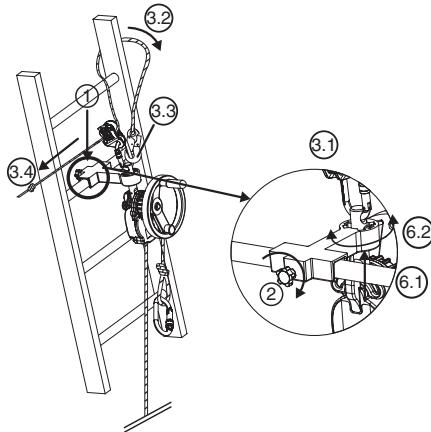

Fig. 7
### 6.3.3. derope™-toestel UP K (Fig. 7)
1. Plaats de kleine steunconsole op het sport van de ladder in de vereiste positie om de reddingsoperatie uit te voeren, boven de te evacueren persoon (Fig. 7, 1).
2. Zet de blokkeerpen van de geleiding vast aan de hand van de klemknop die zich aan de achterkant van de console bevindt (Fig. 7, 2).
- Bevestig de connector van de afstelinrichting LCM 05 in het bovenste gat van de verankering (Fig. 7, 3.1).
- Breng de leiriem rond het sport van de ladder boven de console door één van de steigers van de ladder te omleiden (Fig. 7, 3.2).
- Koppel de connector van de leiriem aan op de connector van de afstelinrichting LCM 05 (Fig. 7, 3.3).
- Span de leiriem op door aan het vrije uiteinde te trekken (Fig. 7, 3.4).
6. Richt het derope™-toestel naargelang de behoeften en wijzig de positie van de verankerpen in de indexeerpen (Fig. 7, 6.1 – 6.2).